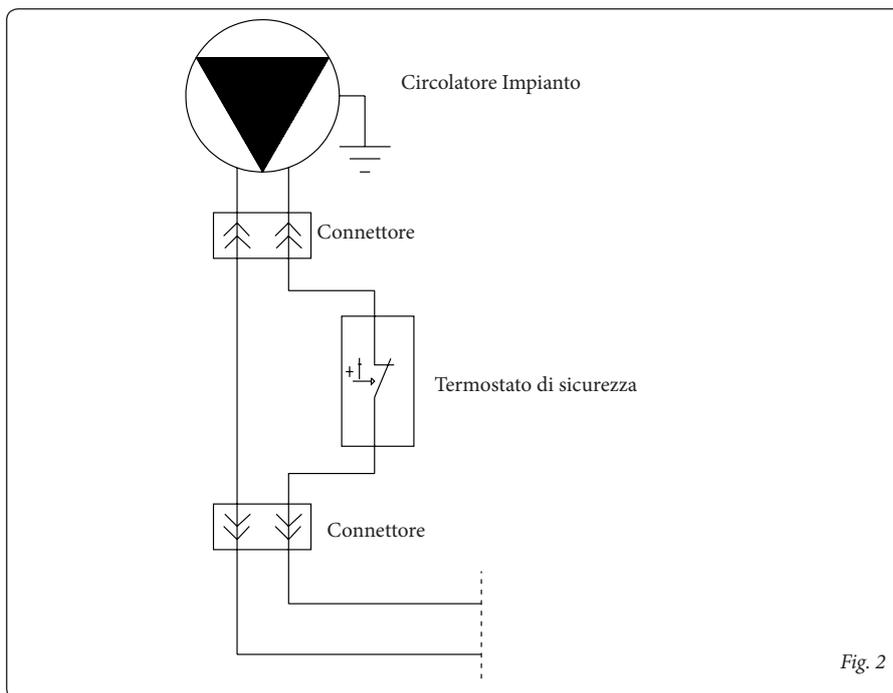

Fig. 2
- Collegamenti elettrici: sfilare il connettore posto sul cavo che alimenta il circolatore impianto (1 per ogni zona) ed interporre il termostato utilizzando il cablaggio già predisposto di connettori in dotazione nel kit (Fig. 2).
- **DIM V2 Base:** aprire la scatola allacciamento elettrico, inserire il cavo del termostato di sicurezza all'interno del dado e della guarnizione dove è presente il collegamento di terra, collegare il cavo del termostato di sicurezza ai morsetti 1 e 2 della morsettiere eliminando il ponte presente, chiudere la scatola e serrare i dadi per mantenere la corretta protezione dei collegamenti (vedi fig. 2).